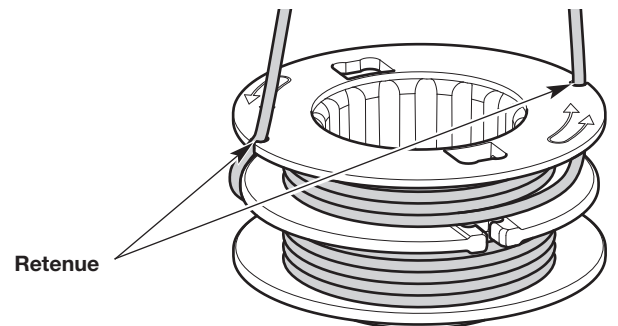

Fig. 22
4. Insérez les deux extrémités dans les deux fentes de retenue (Fig. 22).